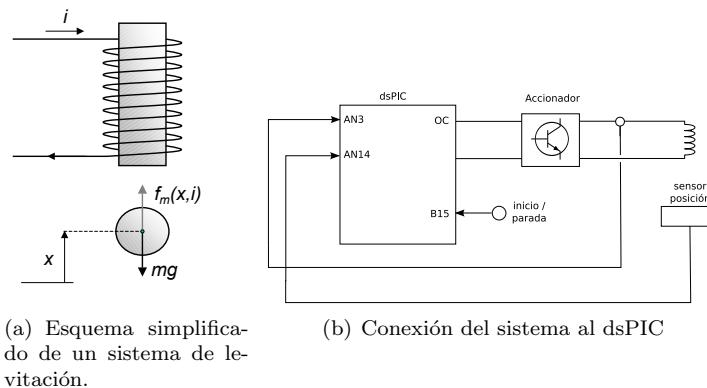

Figura 1: Esquema del sistema de levitación y conexión con el dsPIC.
- 1pt. 3. Programar el conversor AD para tomar datos del sensor de posición mostrado en la figura 1(b) con una frecuencia de muestreo de 100Hz. **Evitar** cualquier tipo de espera ocupada. Suponer el sensor conectado a la **línea 14 del puerto B**. Guardar en un vector llamado **altura** los últimos 32 datos de dicha medida.